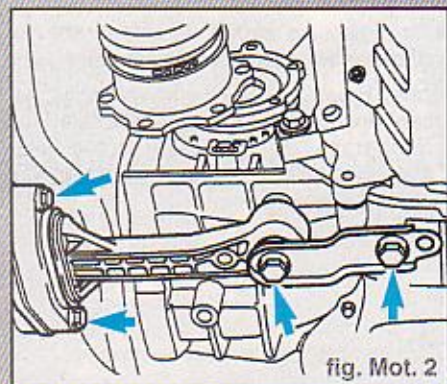

fig. Mot. 2
- Dévisser l'appui pendulaire (fig Mot. 2).